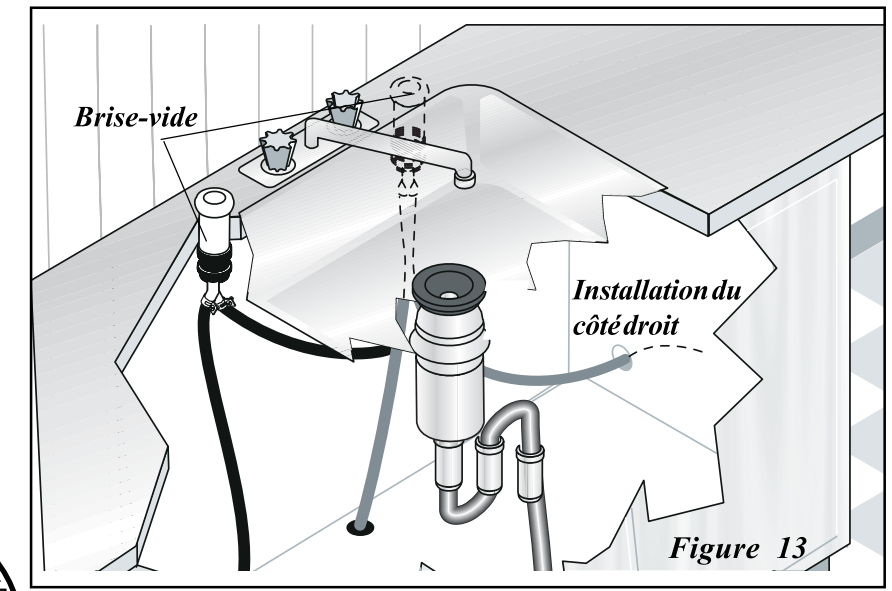

Figure 13
- Si vous raccordez le lave-vaisselle à un siphon d'évier, il se peut que les codes locaux exigent que vous installiez un ensemble de brise-vidé (non compris). Le tuyau de vidange sera acheminé du lave-vaisselle jusqu'à l'orifice d'entrée du brise-vidé, comme indiqué sur la figure 13. Il est possible d'acheter un ensemble de brise-vidé dans tous les bons magasins de plomberie. (Si le tuyau de vidange doit passer à travers le plancher, il est nécessaire d'installer un brise-vidé.)